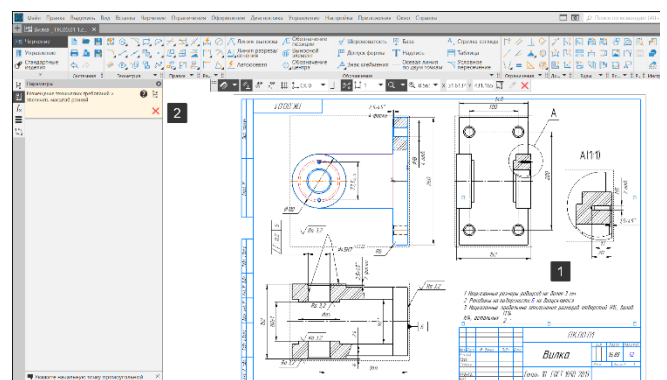

Рисунок 277 – Перемещение технических требований
- Для перемещения технических требований в место над штампом, поместим курсор внутрь рамки (он изменит свою форму на четырехстороннюю стрелку), нажмем левую кнопку мыши и передвинем мышью, удерживая кнопку нажатой, в место над штампом (1). После того как нужное положение будет достигнуто, отпустим кнопку мыши (Рисунок 277);